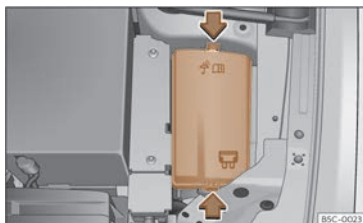

Fig. 53 Al compartiment del motor: tapa de la caixa de fusibles.
- Pressioneu les pestanyes de bloqueig per desbloquejar la tapa de la caixa de fusibles ➤ **fig. 53**.